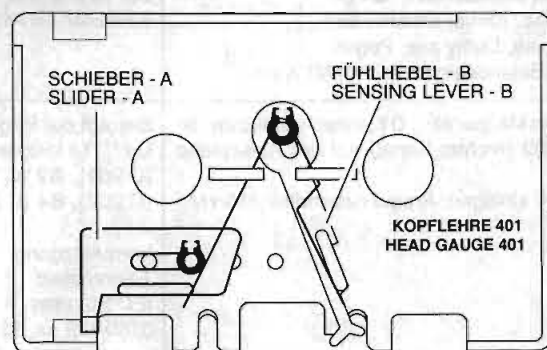

Abb. 12 Fig. 12
**6. Bandlaufeinstellung (Abb. 12, 13, 14 und 15)**
**6. Adjustment of the tape transport (Fig. 12, 13, 14 and 15)**